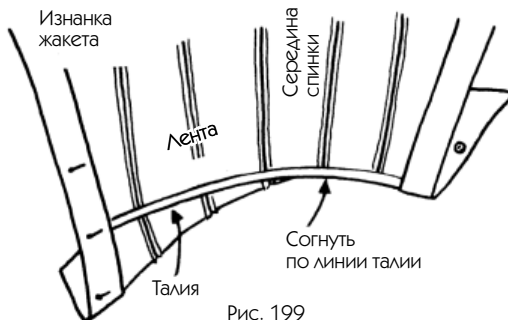

Рис. 199
4. На изнаночную сторону наложите ленту основанием к линии талии в соответствии с нанесенными точками. Затем пришейте ее вдоль основания мелкими подшивочными стежками, не захватывая иголкой лицевую сторону (рис. 199).
5. Для того чтобы подчеркнуть линию талии, достаточно сложить изделие с изнаночной стороны вдоль основания ленты и приутюжить этот сгиб (рис. 199).